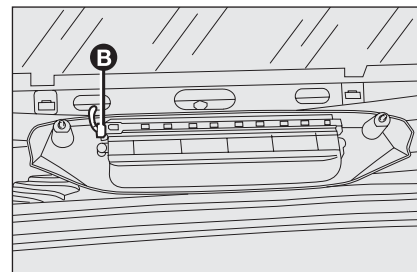

fig. 38
- scollegare il connettore **B-fig. 38** e asportare il gruppo ottico;